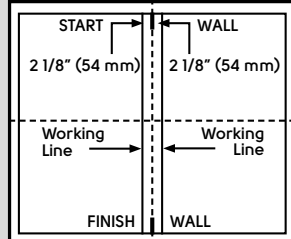
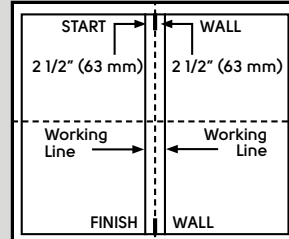

Figure. 2a
Figure. 2b
2. Mesurez une distance de 54 mm pour les lames de 152,4 mm de largeur (Figure 2a) OU de 63 mm pour les lames de 177,8 mm de large (Figure 2b) à gauche et à droite de la marque du milieu aux deux extrémités de la pièce et tracez une ligne à la craie.